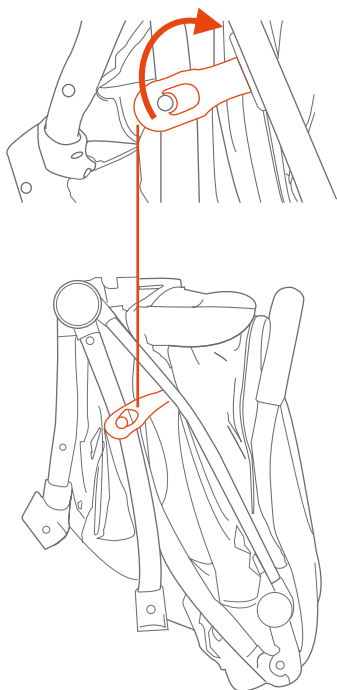

Fig. 1a
1) • Sbloccare la leva di rilascio. (Fig. 1a)